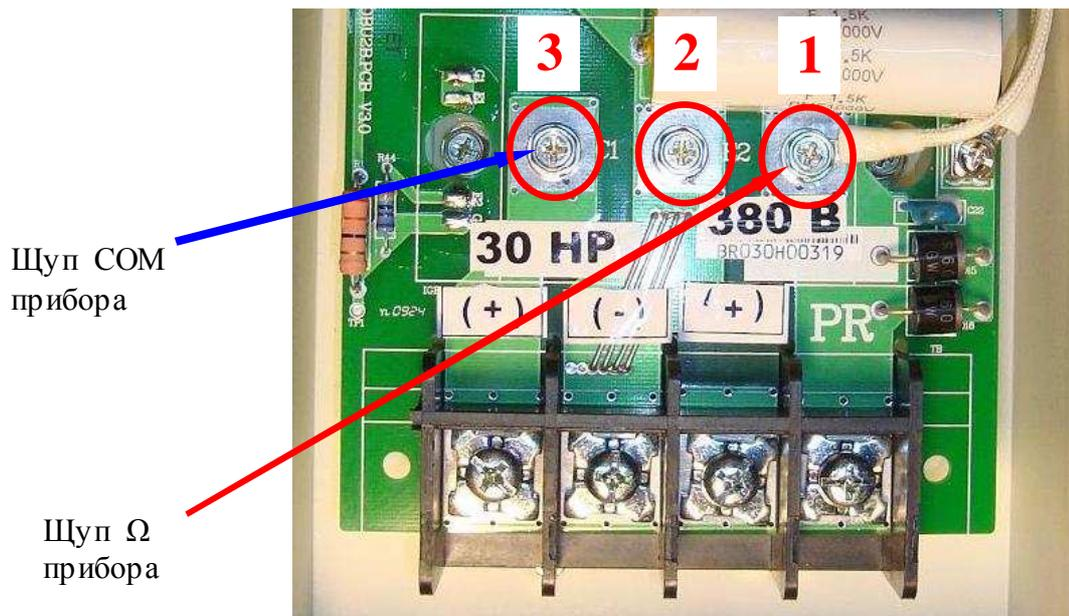

Рис. 4.6.
4.6.3. Проверить исправность верхнего плеча модуля IGBT. Подключить щупы мультиметра к точкам 1 и 3 в соответствии с рис. 4.6. При исправном модуле показания прибора должны быть в пределах 300.....600. Поменять местами щупы прибора, в этом случае прибор должен показывать «обрыв цепи».
4.6.4. Аналогично проверить исправность нижнего плеча модуля IGBT, подключая щупы мультиметра к точкам 1 и 2 (рис. 4.6). Показания мультиметра должны соответствовать табл. 4.2.